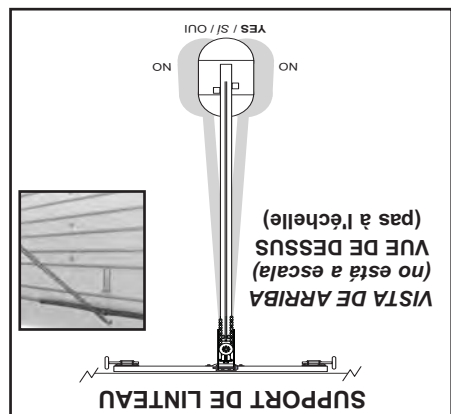

FIG. 2-4 Coloque el conjunto y alinee. Coloque el montaje et aligner.
- Coloque el riel montado en la pared próximo al soporte del travesaño (Fig. 2-4).
NOTA: Antes del acople final al cielo raso, asegúrese de que el conjunto esté bien alineado (Fig. 2-4).
- Placer le rail assemblé sur le mur près du support de linteau (Fig. 2-4).
REMARQUE: Avant d'effectuer la fixation finale au plafond, veiller à ce que le montage soit correctement aligné (Fig. 2-4).